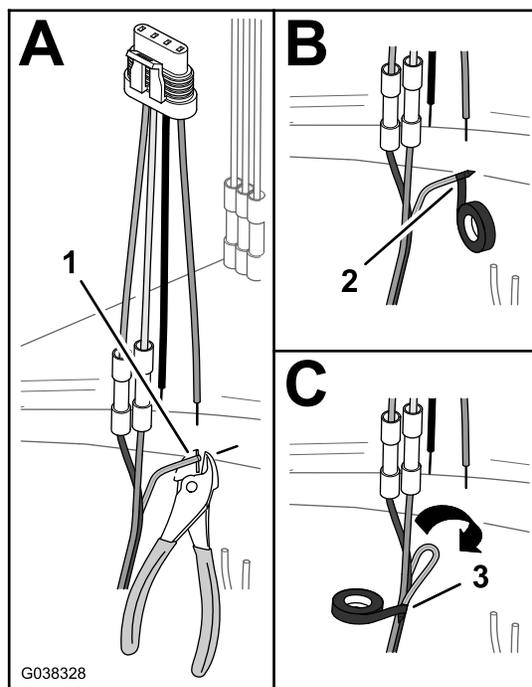

図 40
B. 緑/黄色線の端部をテープで巻いて絶縁する 図 40。
C. 緑/黄色線を曲げて茶色線と青線と一緒にまとめ、これら3本をテープで束ねる 図 40。
- A. 緑/黄色線を絶縁被覆と面一に切断する 図 40。